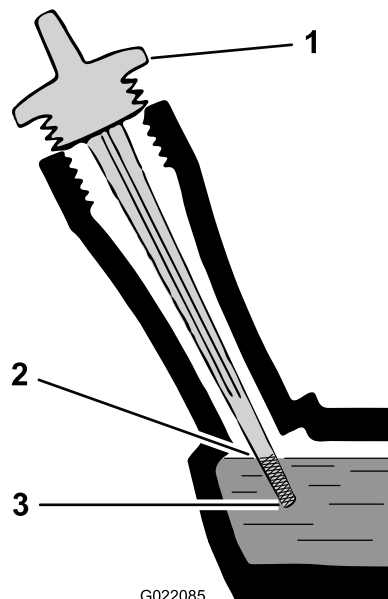

Figura 29
8. Vierta aceite **lentamente** por el tubo de llenado de aceite, comprobando el nivel con la varilla de vez en cuando, hasta que la varilla indique que el motor está lleno (Figura 29). **No llene demasiado.**